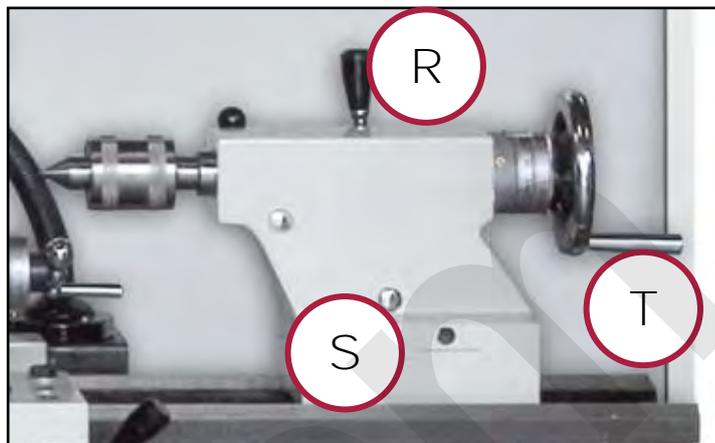

Figura 28 – Leva e volantino contropunta.
Sulla contropunta vi sono i comandi manuali (leve, volantini e viti) che ne consentono la regolazione fine e l'avanzamento (vedere la Figura 28).
3. **Se necessario, bloccare l'estremità opposta del pezzo tramite** la contropunta. A tal proposito, regolare la posizione della contropunta e del cannotto, utilizzando la leva ed il volantino di fissaggio appositi (Figura 28).